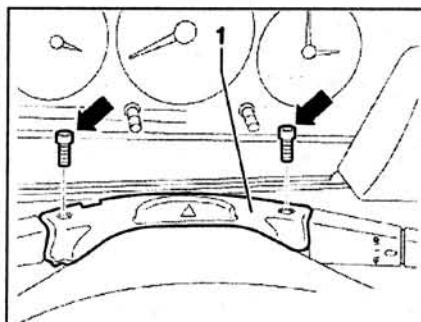

Рис. 6.8. Открутите болты (стрелка) и снимите декоративную накладку 1.
12. Открутите болты (**стрелка**) и снимите декоративную накладку 1 (рис. 6.8).